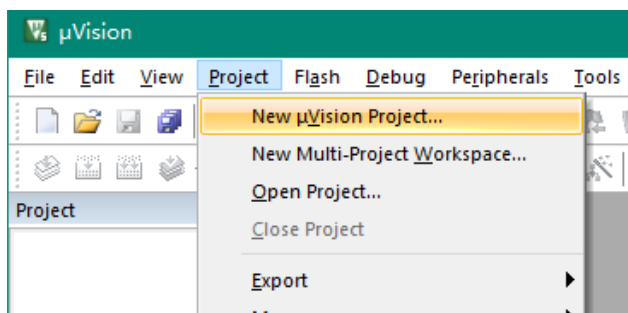

图 2-11 新建立工程
(1) 新建一个新工程。单击【Project】菜单中的【New uVision Project...】选项，如图 2-11 所示。